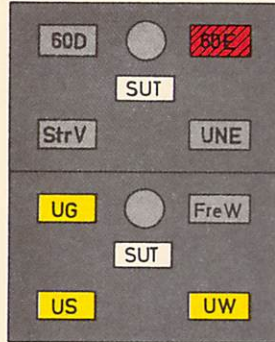

Bild 72
- (5) Wenn bei Umformerbetrieb der Entladungsmelder rot blinkt (vgl. Bild 72) und der Summer ertönt, kann die Batterie die Versorgung der Anlage nur noch für etwa 10 Minuten übernehmen. Die Bedienungshandlungen sind nach Möglichkeit einzuschränken.